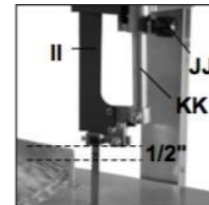

Figure 18
Ajustez l'emplacement vertical du protège-lame (II) de manière à laisser un espace maximum de 1/2 "entre celui-ci et le haut de la viande à couper. Pour régler le protège-lame, desserrez le bouton (JJ) du protège-lame et relevez ou abaissez la lame pour exposer plus ou moins la lame. Une fois dans la position souhaitée, serrez le bouton. REMARQUE: La tige de guidage (KK) doit comporter un côté plat qui doit faire face au bouton pour fonctionner correctement (Figure 18).